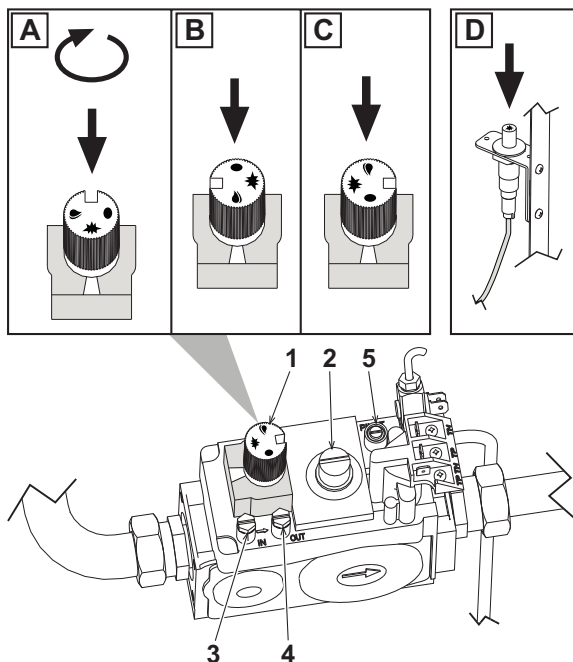

рис. 2 - Газовый клапан
- Сравните воздух из газовых труб, открыв штуцер отбора давления на входе в клапан, отмеченный номером 3 (рис. 2).
- Включите пилотную горелку путем неоднократного нажатия на кнопку пьезоэлектрического запальника "D" (рис. 2).
- Нажмите и удержите ручку управления 1 газового клапана в положении "B" (рис. 2).
Нажмите и поверните ручку управления 1 в положение "C" (рис. 2).
2. Подсоедините манометр в штуцер отбора давления "OUT" на клапане (см. деталь 4 на рис. 2).
3. Раскрутите защитный колпачок регулятор давления 2 на рис. 2.
2. С помощью винта регулировки расхода 2 на рис. 2 (поворачивая по часовой стрелке для увеличения давления и против часовой стрелки - для уменьшения) так, чтобы считываемое манометром давление соответствовало значениям в таблица 2.